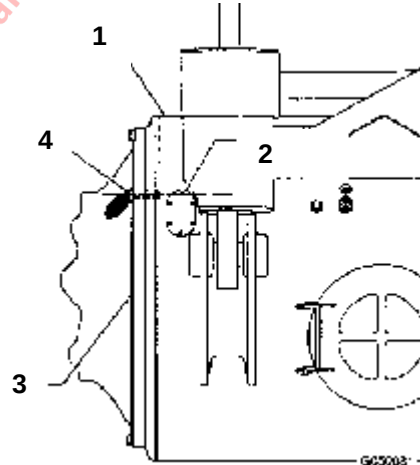

FIGURA 5-2. ALINEACION DE MOTOR DE RUEDA (Muestra lado izquierdo)
2. Levante el motor a su posición en la carcasa posterior. Consulte la Figura 5-2 y alinee el orificio del Perno de montaje en el flange más cercano al orificio de la manguera de freno, con el orificio superior de la placa oval de acceso. Asegúrese de que se hayan despejado todos los cables y cañerías, antes de la instalación. Si no se han retirado las mangueras del sistema de frenos (2, 10 y 11, Fig. 5-1), guíe las mangueras por los orificios del husillo, durante la instalación.
4. Conecte los cables de energía (7) a su ubicación apropiada sobre el motor de rueda. Conecte el cable del sensor de velocidad.